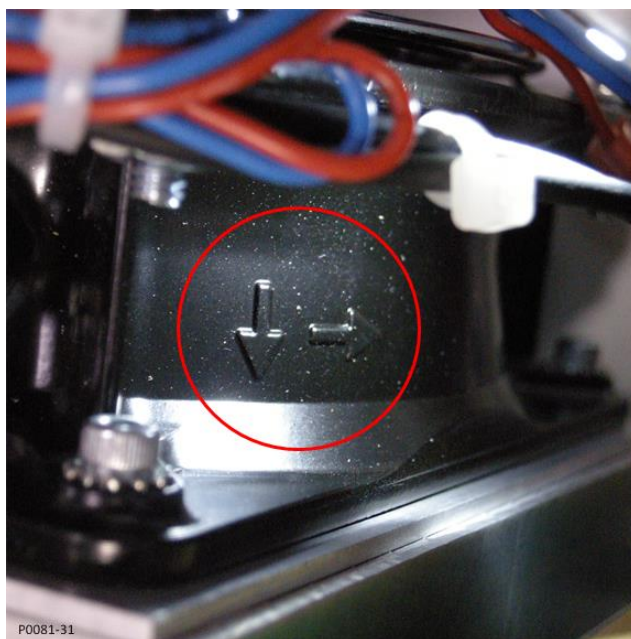

Figure 6. Flèches de circulation de l'air du ventilateur
- Orientez le nouveau ventilateur de refroidissement de sorte que les flèches de circulation de l'air sur le côté correspondent à la direction des flèches de circulation de l'air du ventilateur à l'extrémité opposée du dissipateur de chaleur. Les flèches de circulation de l'air sont illustrées dans la Figure 6.